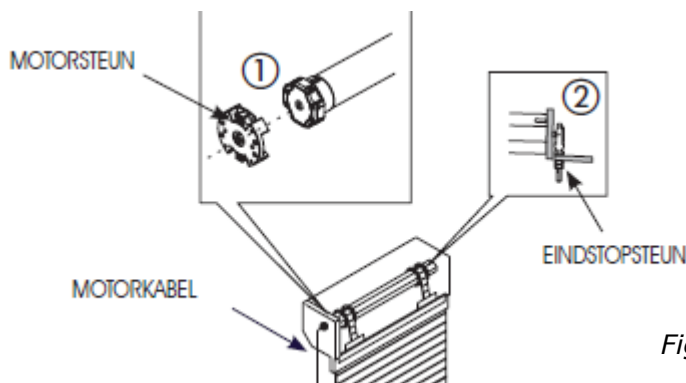

Fig. 5
5. Duw de motorkop met een lichte druk in de motorsteun (Fig.5 ref.1), zodat de afstelschroeven van de eindschakelaar te bereiken zijn.